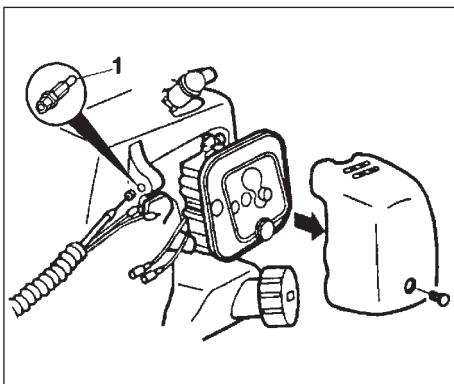
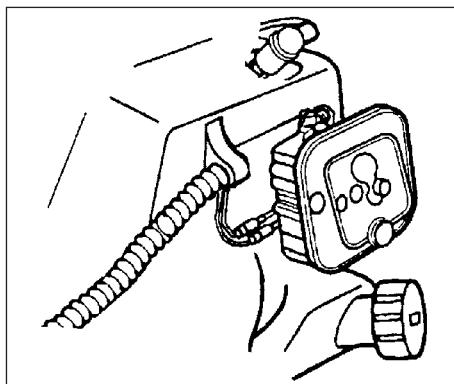

Fig. 1-4
Fig. 1-5
Fjern dekselet på luftfilteret. (Fig. 1-4) Koble til stoppesnoren. (Fig. 1-5)
Sett den ytre mottakeren (1) (hvis utrustet slik) inn i ståltrådlederen og før gass-ståltråden gjennom den ytre mottakeren. (Fig. 1-4)